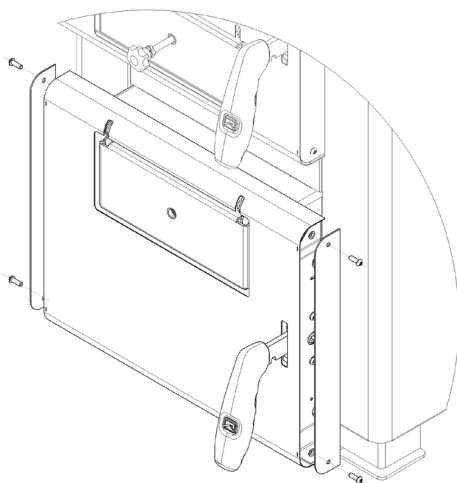

Рис. 2.1
1. Демонтировать планки декора двери выкрутив винты рис. 2.1.